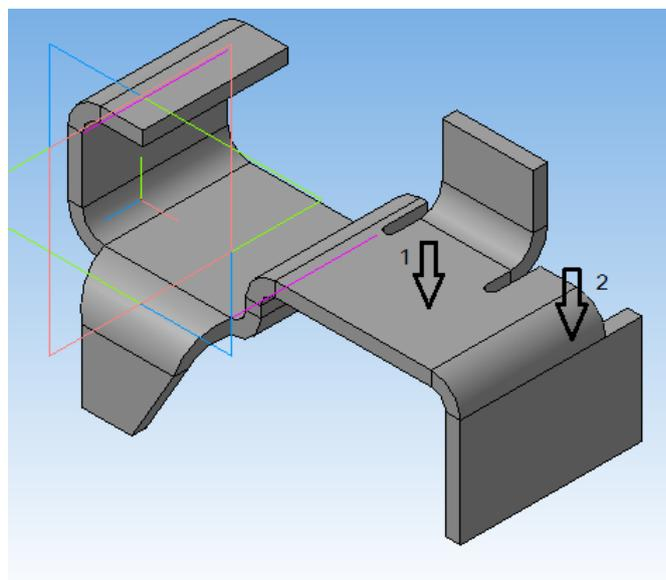

Рисунок 52.
1. На панели «Элементы листового тела» нажмем кнопку  «Разогнуть», укажем первой грань листовой детали, которая будет неподвижной и вторым поверхностью сгиба, которую будем разгибать (рисунок 52).